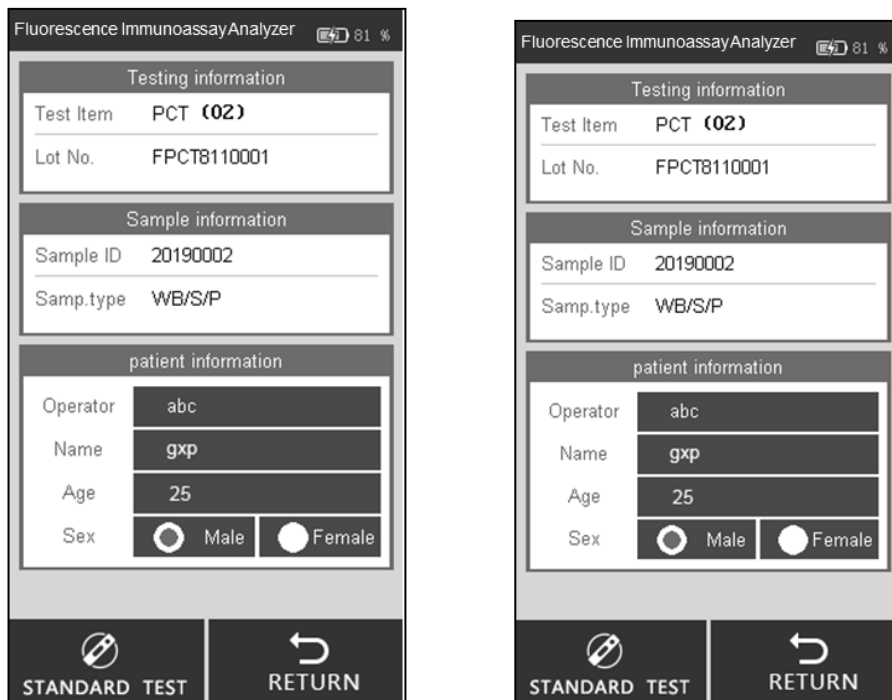

Abb. 35
Schritt 7: Setzen Sie die Testkassette sofort nach der Probenzugabe (und ggf. nach der Pufferzugabe) in den Einschub ein und klicken Sie auf „**STANDARD TEST**“. Der Analysator beginnt mit dem Countdown für die Inkubation. Bitte warten Sie für jeden Test die voreingestellte Inkubationszeit ab. (Siehe Abb. 35)